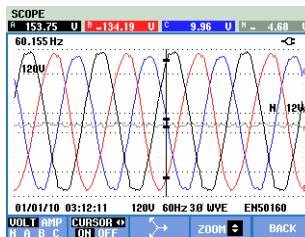

Рис. 23-2 Отображение осцилограмм, курсор включен
- Нажмите F2, чтобы включить Курсор. При помощи клавиш со стрелками влево/вправо переместите курсор горизонтально вдоль осциллографа. Значение осциллографа на Курсоре отображается в заголовке экрана, как показано на Рис. 23.2.